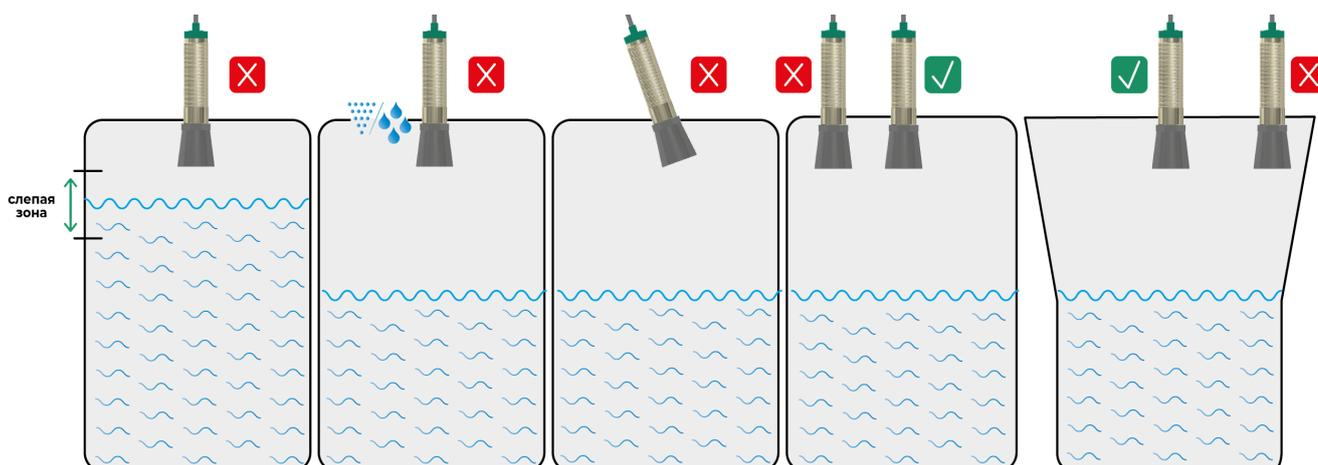

Рисунок 12 – правила установки ДПУ
2.10.2 Рисунок 12 иллюстрируют правила установки ДПУ в качестве датчика уровня: